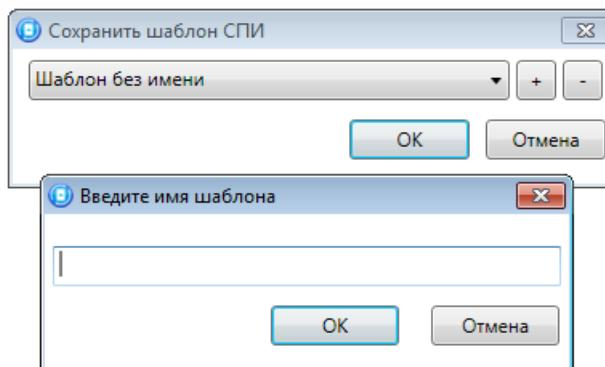

Рисунок 13.3 — Сохранение шаблона
- Сохранить шаблон настроек:* открытие окна *Сохранить шаблон СПИ* (см. рисунок 13.3), с помощью которого может быть сохранена конфигурация УОО контроллера в качестве шаблона.